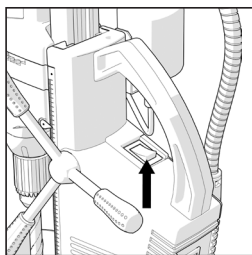

Fig. 5
- Accione el interruptor negro del motor situado en la parte superior de la máquina. (**Fig. 5**)
- Para arrancar el motor, seleccione la posición de encendido (“ON”) del interruptor NEGRO, ubicado en la parte superior de la máquina. (**Fig. 5**)